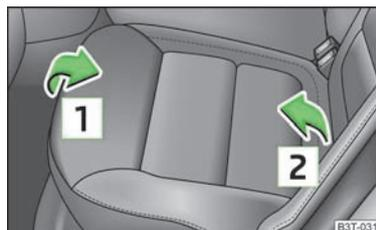

Fig. 62
- Puxe o assento para cima, no sentido da seta **1** » Fig. 62, e rebata-o para a frente, no sentido da seta **2**.